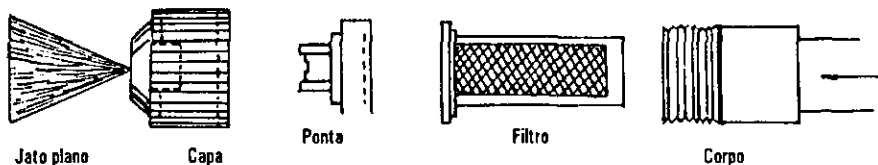

Figura 3. Bico de jato plano.
2.2 Bicos de jato plano - trabalham com pressões menores: de 10 a 40 lbf/pol² e é constituído de corpo, capa, filtro e ponta (Figura 3).